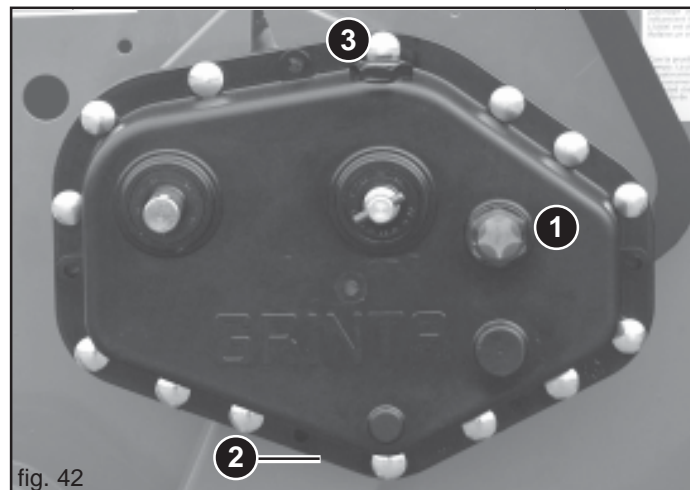

fig. 42
- Verificar el nivel del aceite en la caja del cambio, eventualmente restablecerlo hasta alcanzar el nivel (1 Fig. 42); al efectuarse el restablecimiento, tener cuidado de utilizar el mismo tipo de aceite (ACER 22).
- Tapón de desagüe del aceite, 2 Fig. 42;
- Tapón de carga del aceite, 3 Fig. 42.